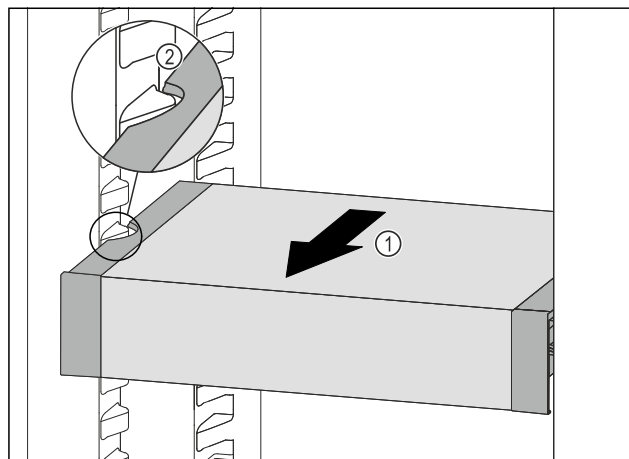

Fig. 137
- ▶ Táhněte VarioSafe dopředu Fig. 137 (1), dokud nebudou boční vybrání VarioSafe na úrovni žebrování na nádoby v chladničce. Fig. 137 (2)